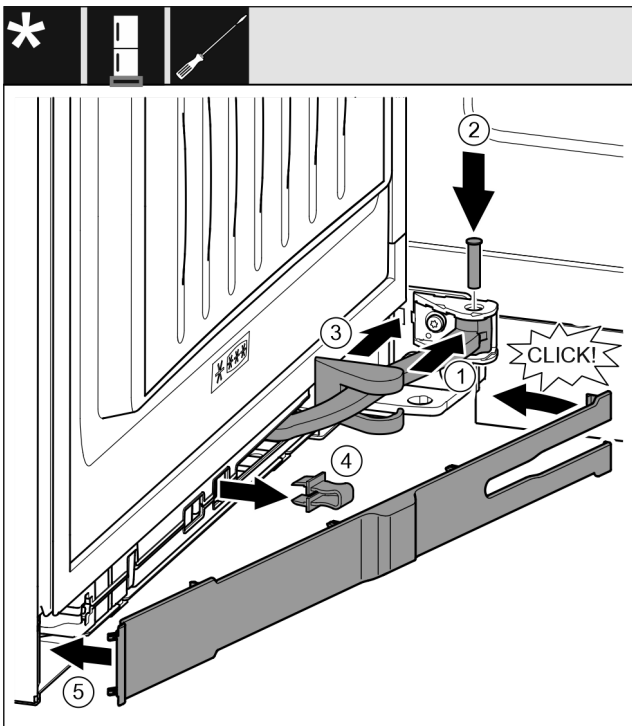

Fig. 47
- ▶ Dreii leddet inn i hengselet. Fig. 47 (1)
- ▶ Sett inn bolten i hengselet og leddet med en skrutrekker T15. Pass samtidig på at låsebolten sitter korrekt i mutteren. Fig. 47 (2)
- ▶ Skyv lagerbukkdekselet langs leddet og monter det over hengselet. Fig. 47 (3)
- ▶ Ta ut sikringen. Fig. 47 (4)
- ▶ Sett dekselet på håndtakssiden, og sving det inn. Fig. 47 (5)